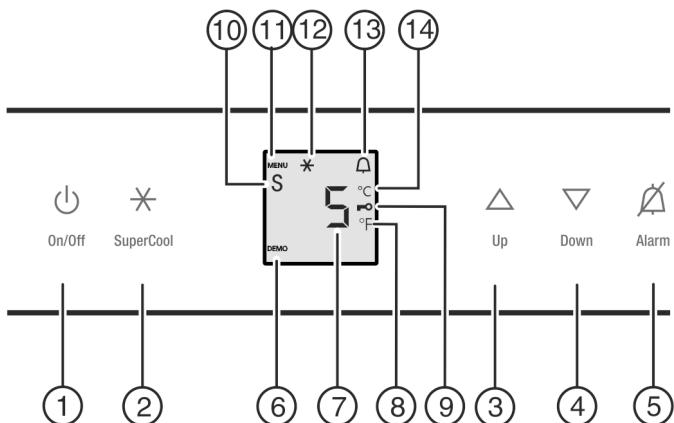

Fig. 2
- Taste On/Off Fig. 2 (1) drücken.
- Einstellmodus aktivieren: Taste SuperCool Fig. 2 (2) für ca. 5 s drücken.
- Das Symbol Menu Fig. 2 (11) leuchtet.
- Mit Einstelltaste Up Fig. 2 (3)/ Einstelltaste Down Fig. 2 (4) ° wählen.
- Bestätigen: Taste SuperCool Fig. 2 (2) kurz drücken.
- Einstellmodus beenden: Taste On/Off Fig. 2 (1) drücken.
- Einstellmodus aktivieren: Taste SuperCool Fig. 2 (2) ca. 5 s drücken.
- ▷ Das Symbol Menu Fig. 2 (11) leuchtet.
- Mit Einstelltaste Up Fig. 2 (3) und Einstelltaste Down Fig. 2 (4) **c** wählen.
- Die Taste SuperCool Fig. 2 (2) kurz drücken, um zu bestätigen.
- Zum Einschalten der Kindersicherung Taste SuperCool Fig. 2 (2) kurz drücken.
- ▷ Das Symbol Kindersicherung Fig. 2 (9) leuchtet. In der Anzeige blinkt **c**.
- Zum Ausschalten der Kindersicherung Taste SuperCool Fig. 2 (2) kurz drücken.
- ▷ Das Symbol Kindersicherung Fig. 2 (9) erlischt. In der Anzeige blinkt **c**.
- Einstellmodus deaktivieren: Taste On/Off Fig. 2 (1) drücken.
- Taste Alarm Fig. 2 (5) drücken.
- Um die Sabbath Mode Funktion aufzurufen: Taste SuperCool Fig. 2 (2) kurz drücken.
- **Zum Einschalten** des Sabbath Mode Taste SuperCool Fig. 2 (2) kurz drücken.
- **Zum Ausschalten** des Sabbath Mode Taste SuperCool Fig. 2 (2) kurz drücken.